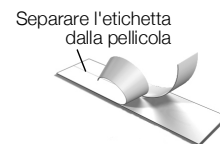

Figura 6
- 4 Rimuovere la pellicola protettiva dall'etichetta per esporre l'adesivo, quindi affiggere l'etichetta dove desiderato. Vedere la Figura 6.